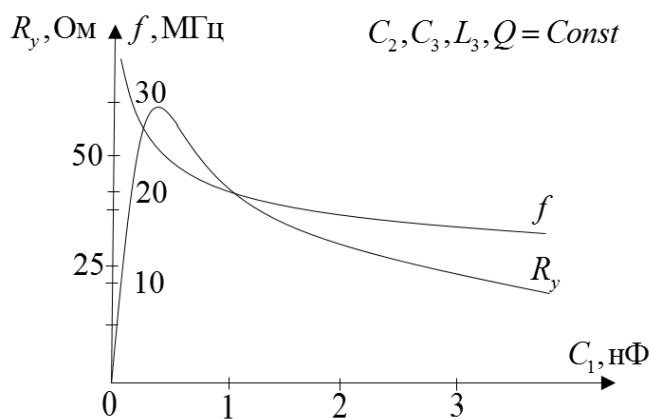

Рис.1.11. Иллюстрация к задаче 1.37
**1.37.** В АГ по схеме рис.1.7 меняется емкость  $C_1$  при  $C_2, C_3, L_3, Q = \text{const}$ ,  $S = 0.05$  А/В. По графикам  $f, R_y(C_1)$  (рис.1.11) определить, в каком интервале значений  $C_1$  выполняется условие самовозбуждения, в каких пределах меняются  $f, k, R_k$ , если  $C_2 = 2$  нФ.